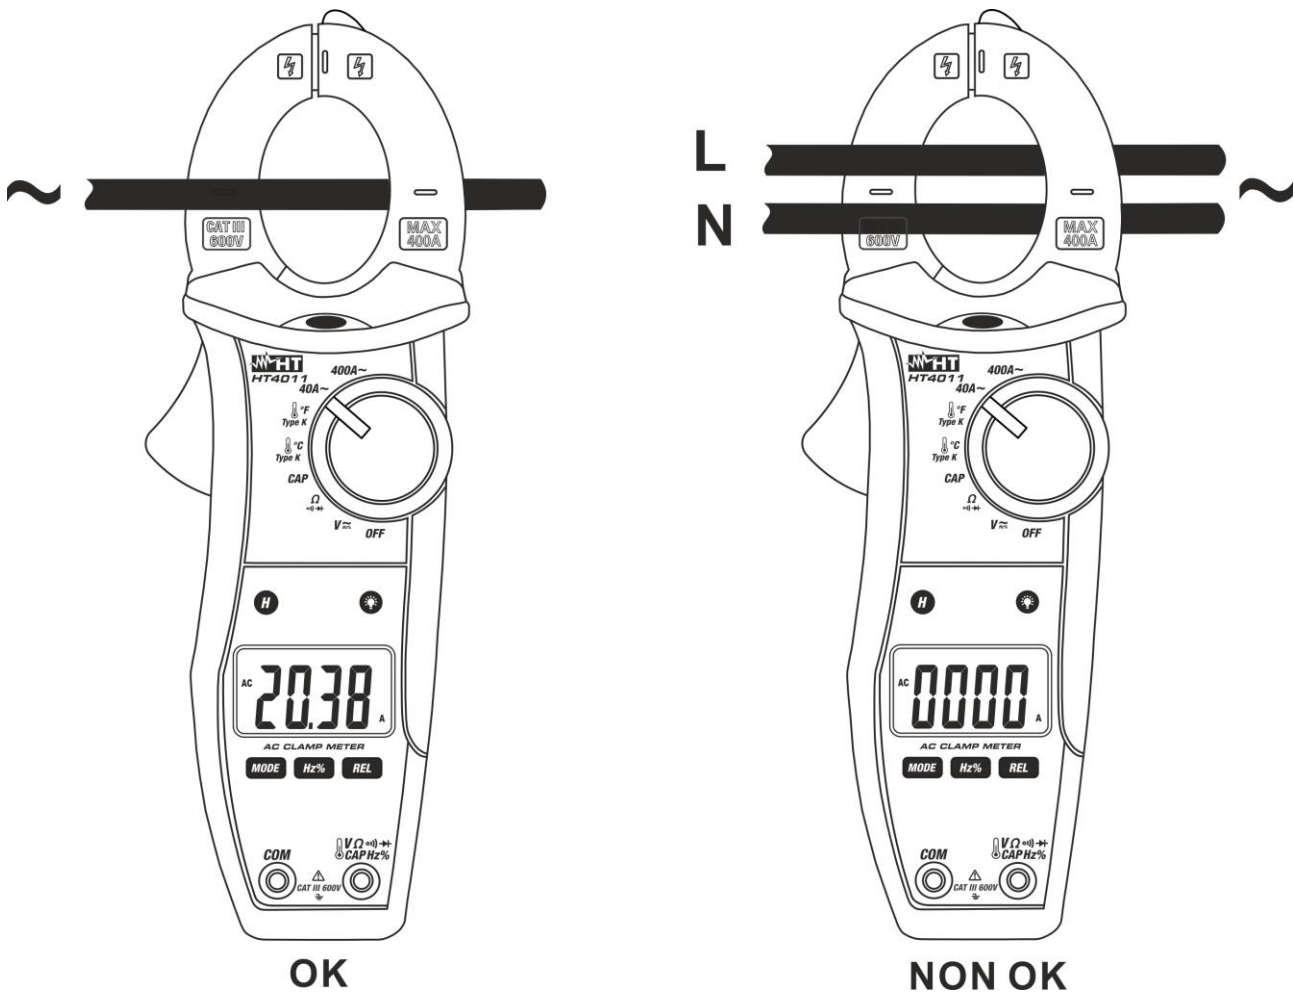

Fig. 10: Uso della pinza per misure di corrente AC
2. Inserire il cavo all'interno del toroide al centro dello stesso al fine di ottenere misure accurate (vedere Fig. 10 – parte sinistra). Il valore della corrente AC è visualizzato a display